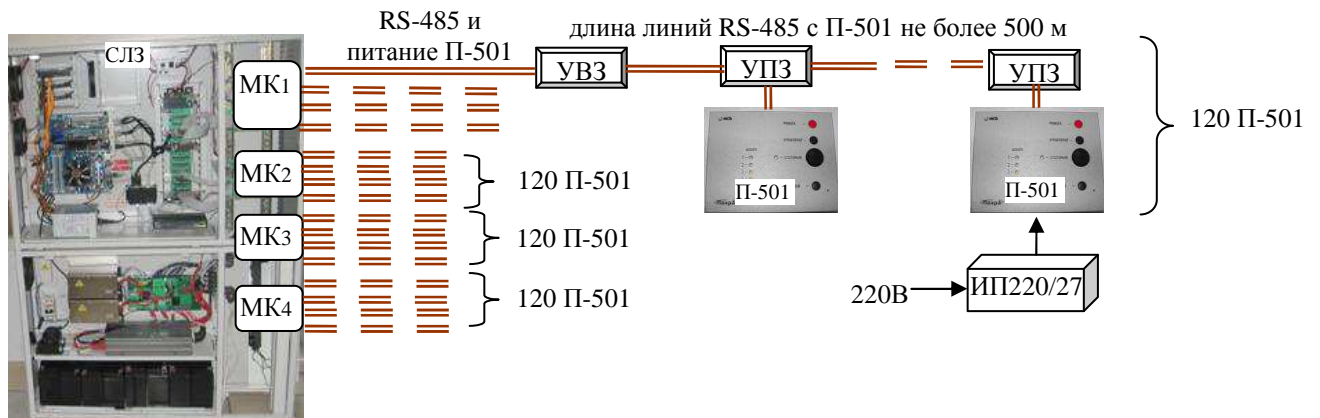

Рисунок 10.3 Общая схема подключения П-501
**10.2.3 Общие сведения по подключению П-501 к СЛЗ.** В общем случае ППКОП П-501 подключаются к серверу через устройство вводно-защитное УВЗ (при наружной прокладке линии связи) и через устройство подключения и защиты УПЗ (рис. 10.3).
Максимальное число ППКОП П-501, которое можно подключить по интерфейсу RS-485 в СЛЗ-64А, составляет 480 при установке четырёх модулей МК (таблица 5.1), и только при наличии дополнительного питания для П-501. При этом на каждый МК допускается подсоединять 120 приборов П-501 (рис.10.3).